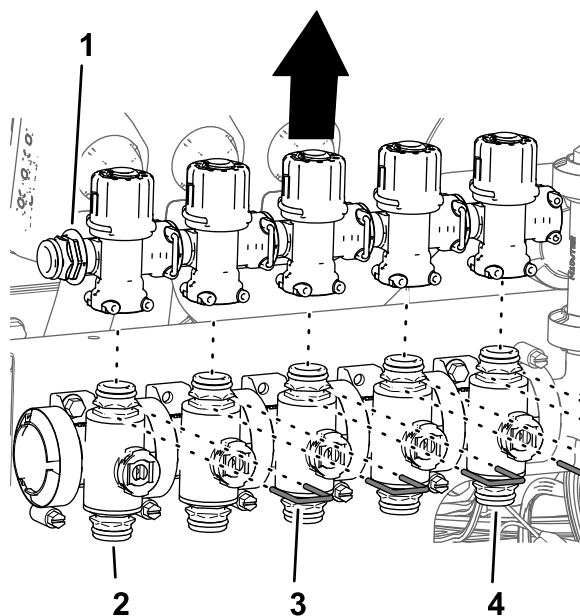

Figure 101
4. Retirez les étriers qui fixent les soupapes de dérivation aux vannes de buses 1 à 7 (Figure 101).
5. Soulevez les soupapes de dérivation pour les déposer des vannes de buses 1 à 5 (Figure 101).